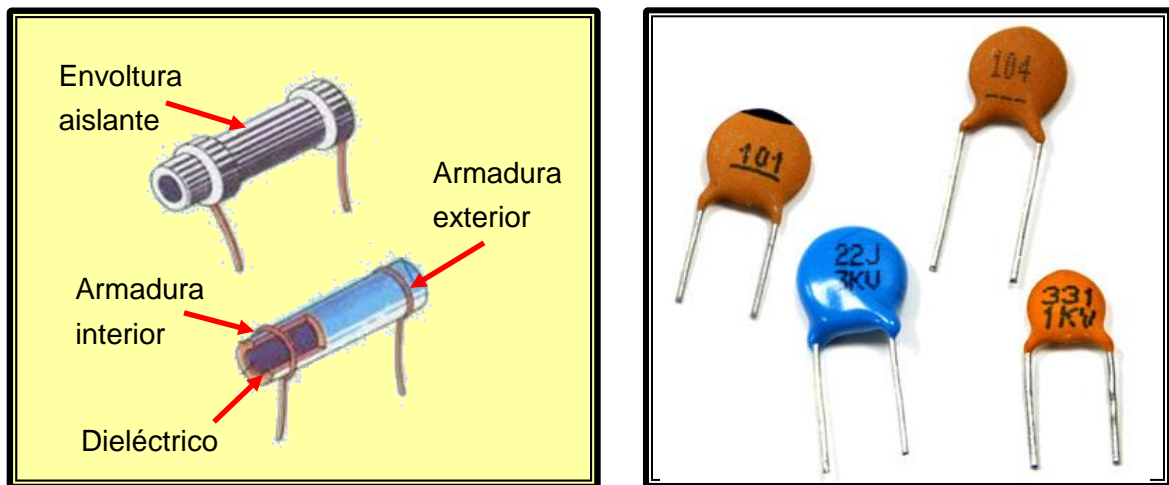

Figura 2.25
- Capacitores cerámicos** : En primer lugar se describirán los cerámicos, los que normalmente están contruidos por una base tubular de cerámica (también existen otras formas), cuyas superficies interior y exterior están metalizadas con plata y sobre ella dispuestos los terminales mediante un casquillo soldado o arrollados al tubo. Sobre este conjunto hay una envoltura aislante, tanto eléctricamente como para que no penetre la humedad. Se utilizan en circuitos de alta frecuencia, con tipos compensados en temperatura (varían mucho con ella) y bajas tolerancias, y son usados también en bajas frecuencias, especialmente para separar corriente continua de alterna. Su aspecto exterior, puede ser como el descrito o de disco, que son los más populares: también existen rectangulares o cuadrados, pero no son muy comunes. El valor está marcado en el cuerpo del condensador, como así también su TENSIÓN DE TRABAJO, siendo la más común de 50 Volt. Detalles constructivos se observan en la Figura 2.25.